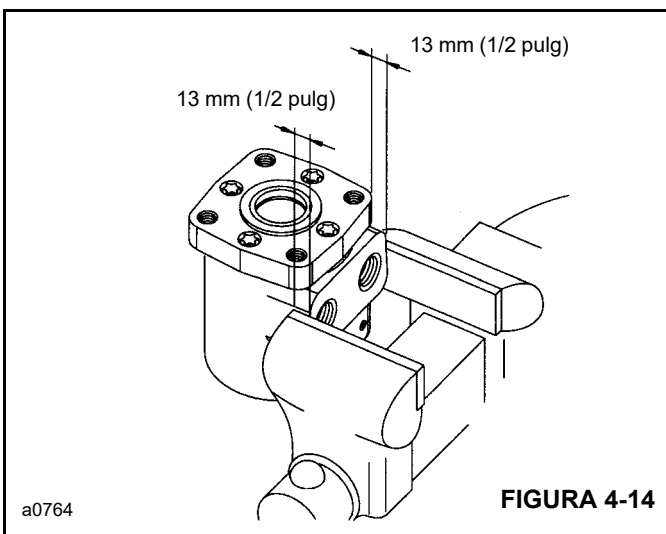

FIGURA 4-14
3. Retire la tapa terminal (17). Retire y deseche el sello (13) de la tapa terminal.
4. Retire la bomba de engranajes (16). Retire y deseche el sello (13) de la bomba de engranajes.
6. Retire el eje impulsor (14).
7. Retire la placa espaciadora (15).
8. Retire el sello (13) de la caja (10).
9. Retire el eje de salida (9) de la caja (10).
10. Retire el cojinete de agujas de empuje (8) del eje o la caja.
11. Ajuste la posición del motor en el tornillo de banco. Sujete a lo ancho de las lumbreras (Figura 4-14). NO fije sobre la caja. La presión de fijación excesiva en el costado de la caja causa distorsión.